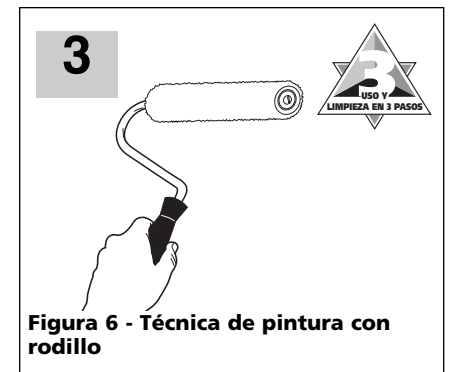

Figura 6 - Técnica de pintura con rodillo
5. Para pintar utilice la misma técnica que si usara un rodillo manual (vea la figura 6). Recuerde encender el motor en la posición 'Low' (baja) únicamente cuando necesite más pintura. No sature demasiado la cubierta del rodillo.